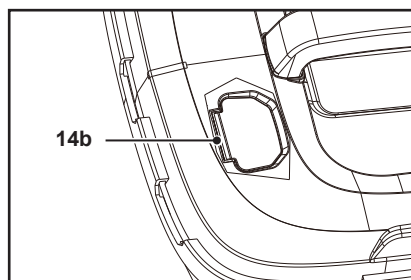

Fig. 12
2. Când trapa (14b) este închisă, coșul colector pentru iarbă este plin și trebuie golit (Fig. 12).